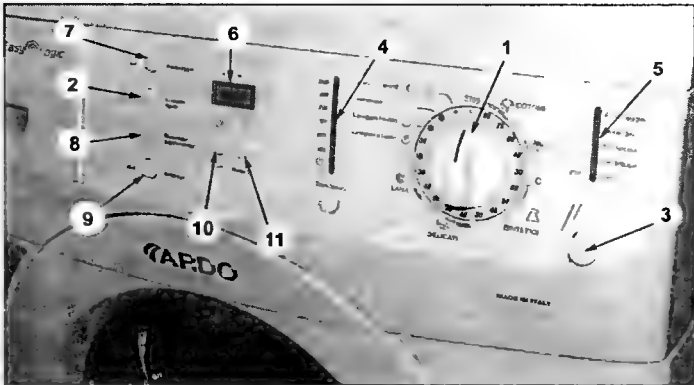
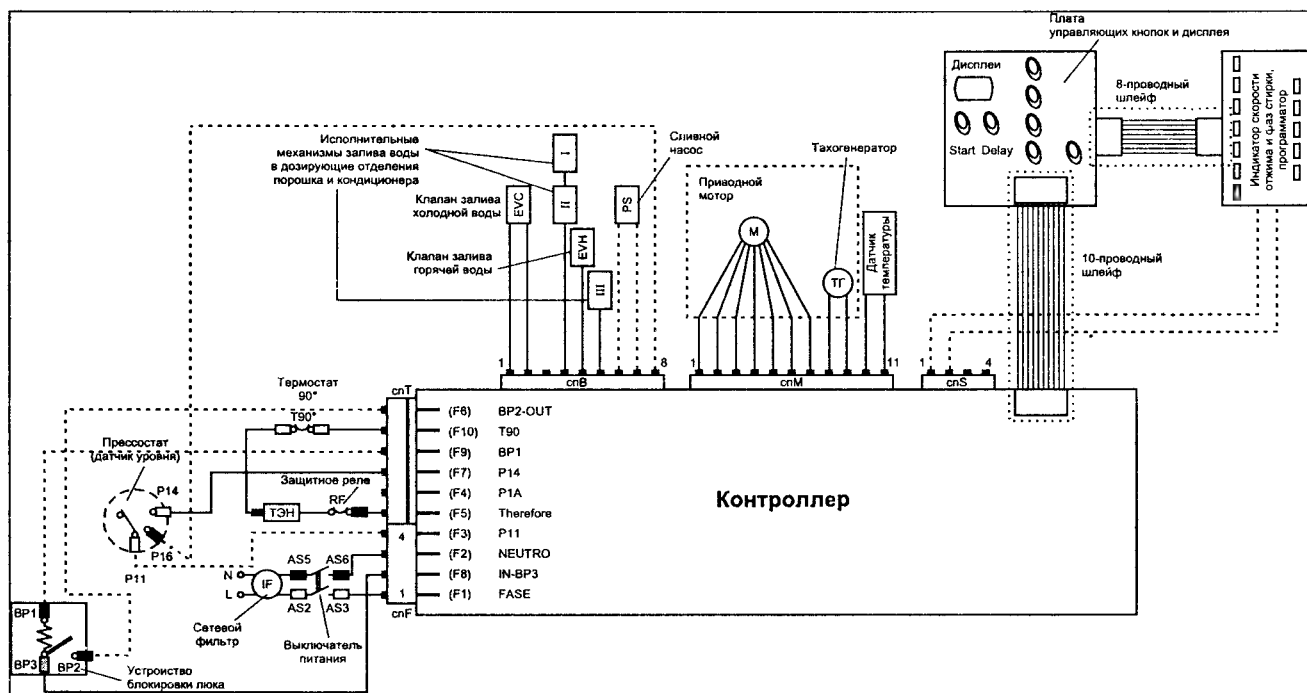

Рис. 1.7.1
Рис. 1.7.2
Внешний вид передней панели СМ представлен на рис. 1.7.1, а принципиальная схема СМ этой линейки — «Ardo AED 1000х» — на рис. 1.7.2.
- устанавливают ручку программатора 1 (рис. 1.7.1) в положение «40 °С, ДЕЛИКАТНАЯ СТИРКА»;
Если в ходе проверки не было выявлено дефектных элементов, первая сверху лампочка индикатора фаз стирки 5 (рис. 1.7.1) гаснет и на дисплее 4 отображается сообщение «1.25».
В ходе выполнения шага 1 внутреннего теста можно проверить работоспособность кнопок 2, 7, 8, 9 (рис. 1.7.1): при нажатии на соответствующую кнопку она подсвечивается, при повторном нажатии — гаснет.